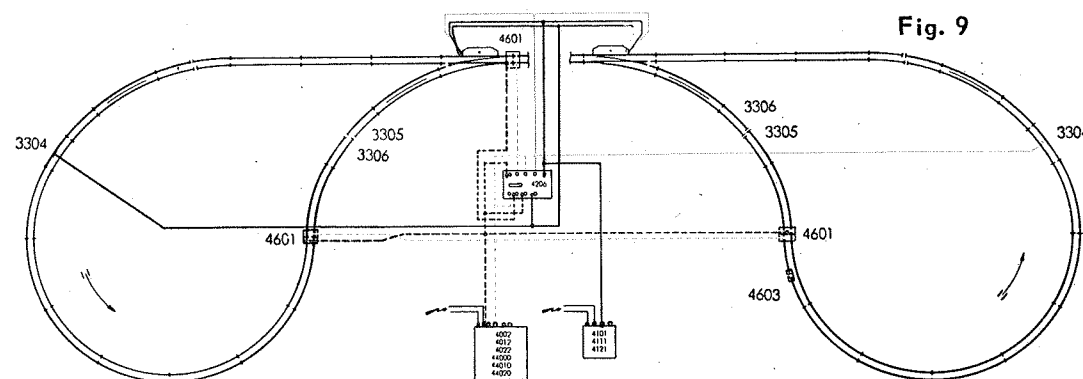

Fig. 9
c) Relais 4206 impiegato come inversore automatico di polarità, per automatizzazione dell'anello di ritorno (fig. 9)
Si può infine notare dallo schema di fig. 9 che gli stessi dispositivi che comandano i relais 4206 provocano, altresì, il simultaneo funzionamento degli scambi in modo che essi vengano preventivamente predisposti a secondo del senso di marcia richiesto.